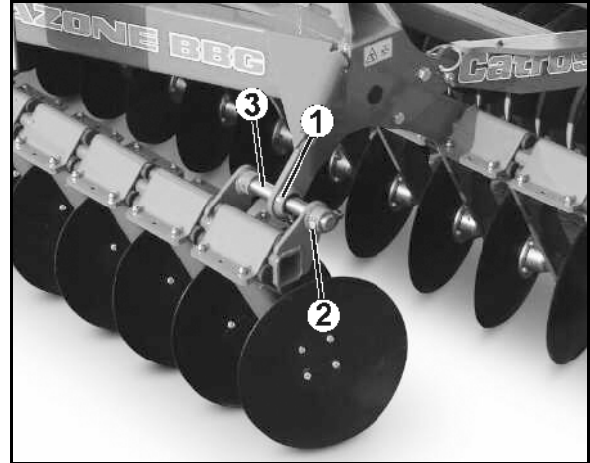

Fig. 36
Ved bytte av glidelager (Fig. 36/1) må maskinen være foldet ut og stå slik at glidelagrene er spenningsfrie.
1. Løsne skruforbindelsen (Fig. 36/2) på den forskyvbare akselen (Fig. 36/3).